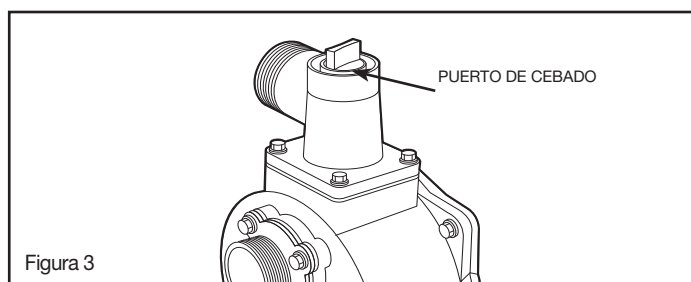

Figura 3
- Agregue agua en el puerto de cebado en la bomba (vea la Figura 3). Continúe agregando agua hasta que el nivel de agua esté aproximadamente a 7,62 cm (3 pulg.) del borde. Instale el tapón de cebado. El agua en la bomba creará la succión que ceba la bomba.